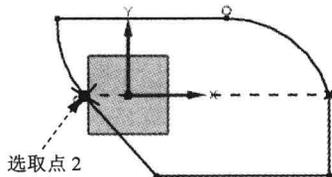

图 1.4 选取约束对象
(2) 参照上述步骤约束图 1.4 所示的点 2 在 X 轴上。